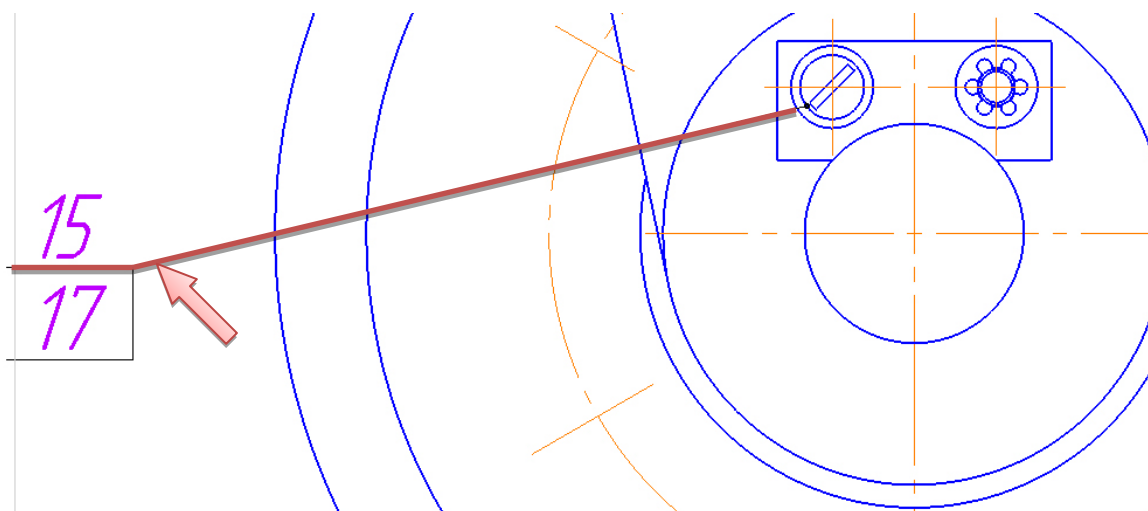

Рис. 4.55. Добавление позиционного обозначения винта
- Укажите позиционную линию-выноску, проставленную ранее к шайбе (рис. 4.55).